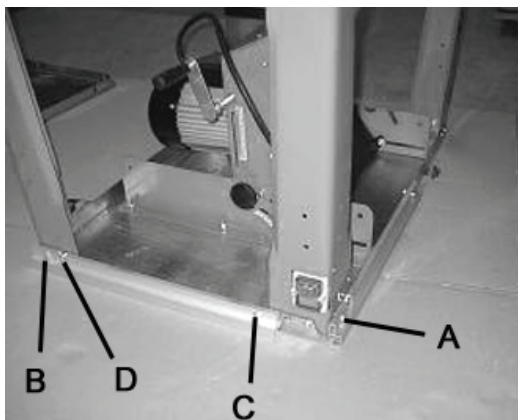

Abb. 10
- Ziehen Sie die Schrauben auf Position A und B fest. Drehen Sie die Schrauben auf die Positionen C und D so, daß die Enden der Schrauben auf die gleiche Ebene wie die Schraubenmutter aufliegen (siehe Abb. 10).